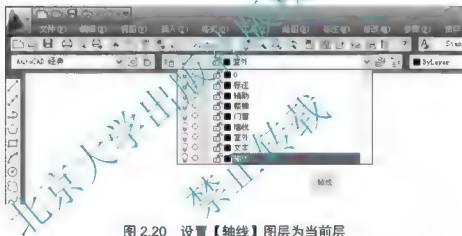

图 2.20 设置【轴线】图层为当前层
(1) 将【轴线】图层设置为当前层: 单击【图层】工具栏上【图层控制】选项右侧的下拉按钮, 在下拉列表中选择【轴线】图层, 如图 2.20 所示。